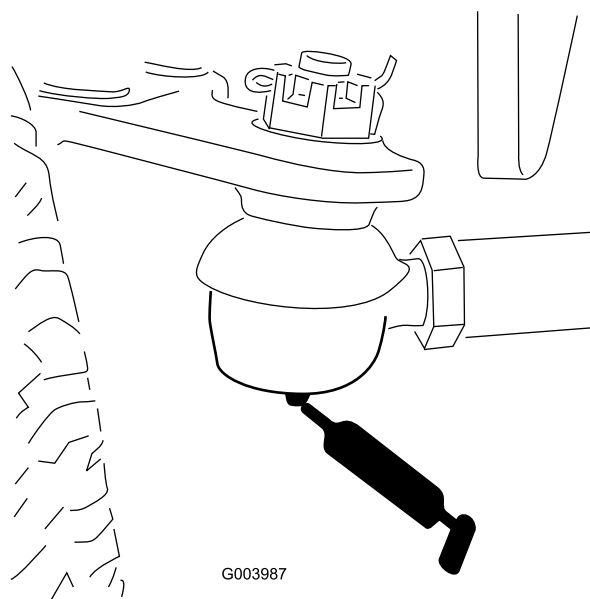

Figure 55
- Bielle d'essieu arrière (2) (Figure 55).